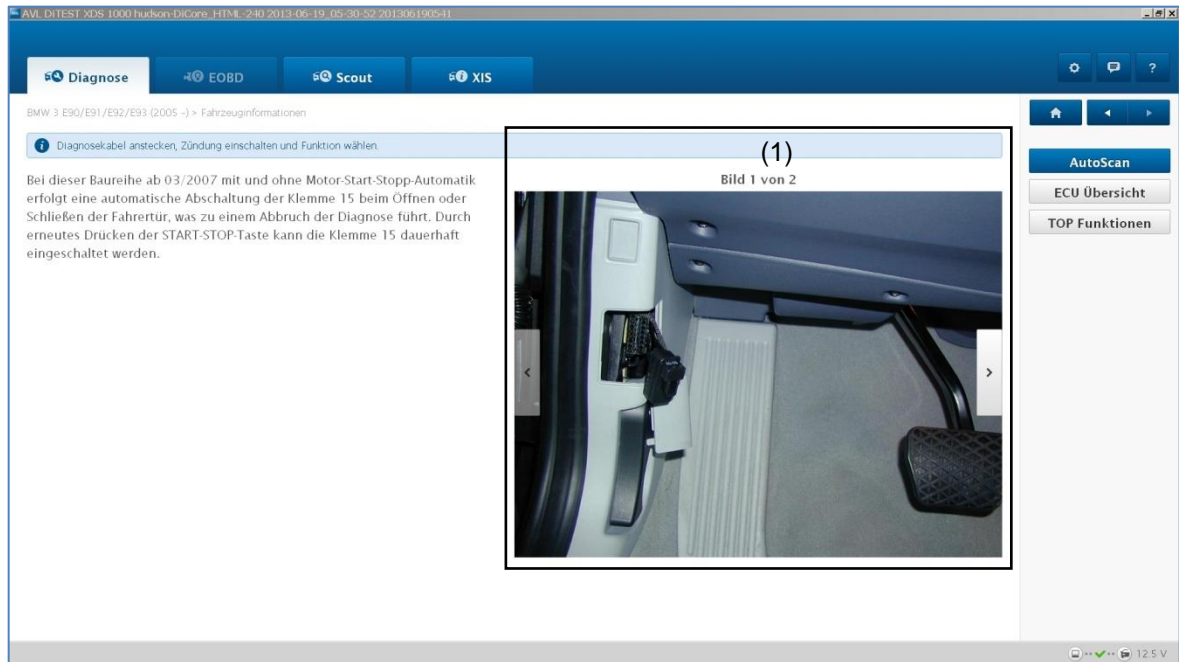

Abb. 2-2
Bestätigt die unter (3) getroffene Auswahl. Es erscheint der Dialog „Fahrzeuginformation“, siehe Abb. 2-2.